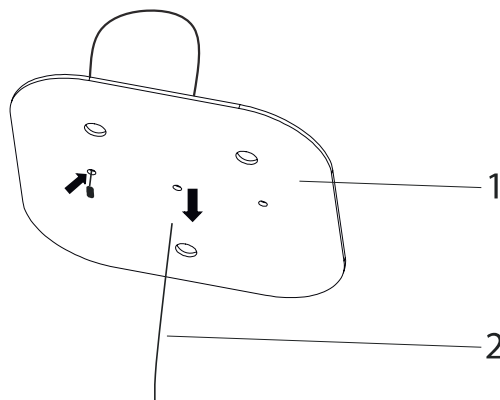

Fig. 8
2. ➡ Skub stålwiren igennem ophængningspladen som vist på figur (Fig. 8).